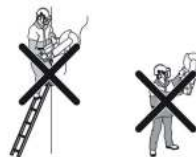

Рис. 31
- Никогда не режьте выше уровня плеч. Никогда не режьте с лестницы. Используйте платформу или подмости, если разрез выше уровня плеч (рис. 31);